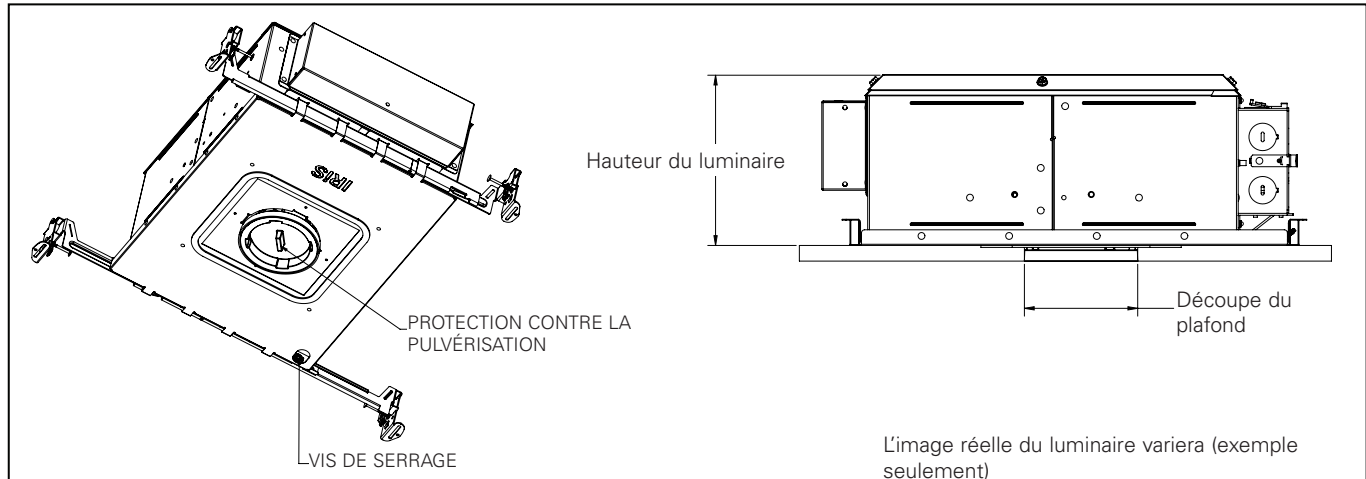

Figure 1.
- Positionnez le luminaire sur les barres de suspension. Pour fixer la position du luminaire au plafond, serrez la vis de blocage de la barre de suspension pour l'immobiliser en place sur les barres. (Figure 1).
4. Centrez le luminaire dans l'ouverture. Pour fixer solidement la position du luminaire au plafond, serrez les vis et fixez le luminaire en place. (Figure 1)